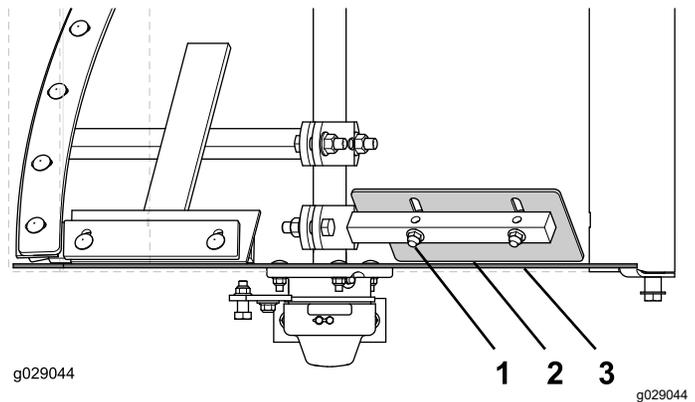

Figure 48
2. Desserrez les boulons de carrosserie et les contre-écrous à embase qui fixent la pale d'extrémité réglable à la pale fixe (Figure 48).